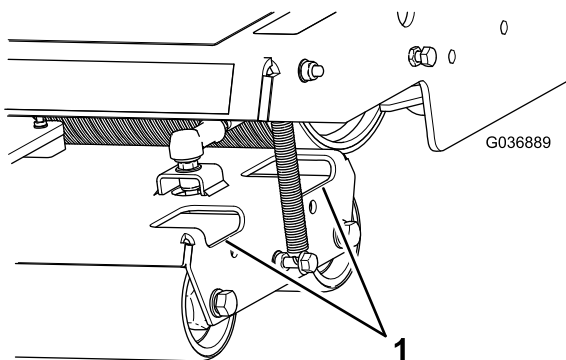

図 39
2. 必要に応じ、ローラハウジングの穴から水を吹き付けてローラについている汚れをきれいに落とす 図 39。